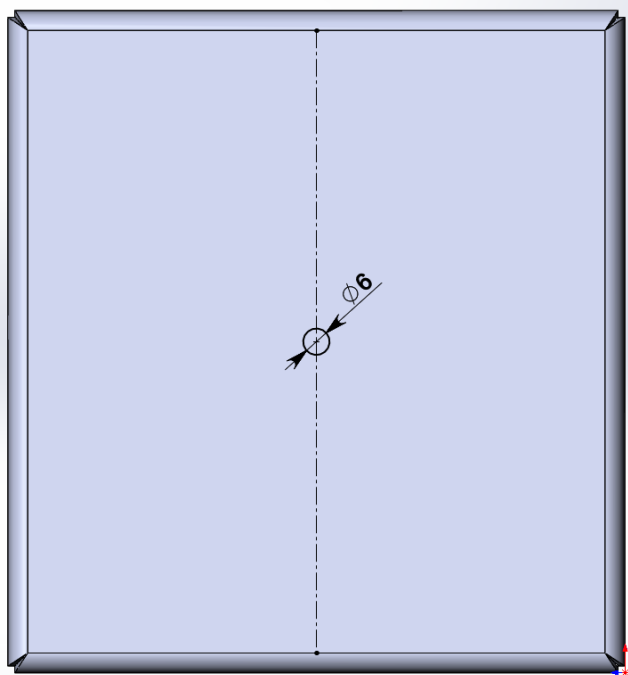

Рисунок 19 – проведение окружности
21. Из центра осевой линии провести окружность диаметром 6 мм (рис. 19). Выйти из режима эскиза.